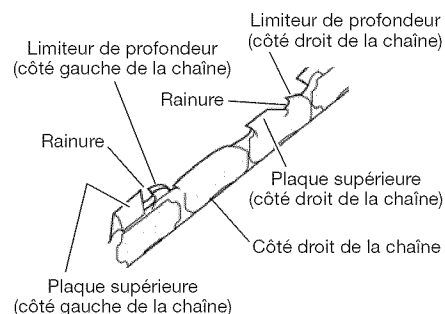

Figure 33 – Éléments de la chaîne
4. Tenez le guide de lime à l'horizontale, et assurez-vous que le repère des 30° est parallèle au centre du guide-chaîne (voir figure 33). Ainsi, vous limerez les gouges à un angle de 30°.
5. Limez de l'intérieur vers l'extérieur de la gouge jusqu'à ce qu'elle soit bien affûtée. Vous devez toujours limer dans ce sens (voir figure 33). Remarque : Deux ou trois passages de lime suffisent à affûter une gouge.